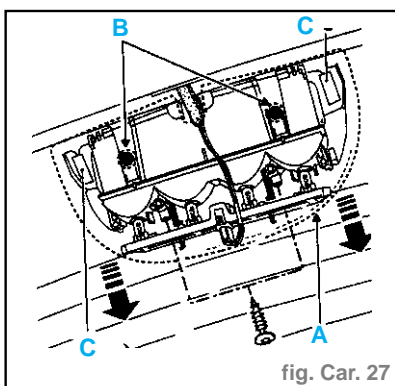

fig. Car. 27
- Hayon levé, déclipser le couvercle (A) en appuyant sur les deux points (B) puis le dégager en le faisant coulisser (fig. Car. 27).